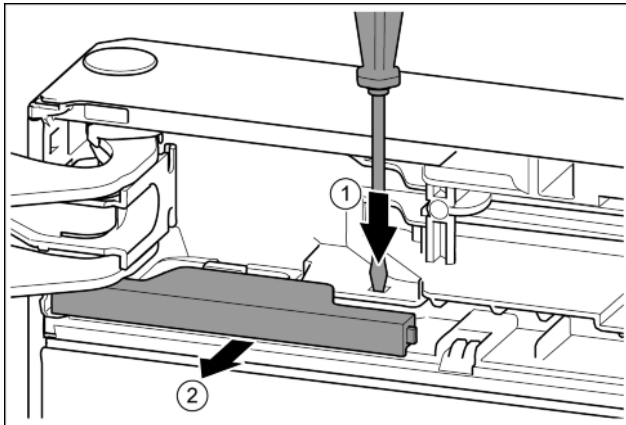

Fig. 14
- Nakładkę wcisnąć przy pomocy śrubokręta. Fig. 14 (1)
- Wyciągnąć osłonę z blokady. Fig. 14 (2)